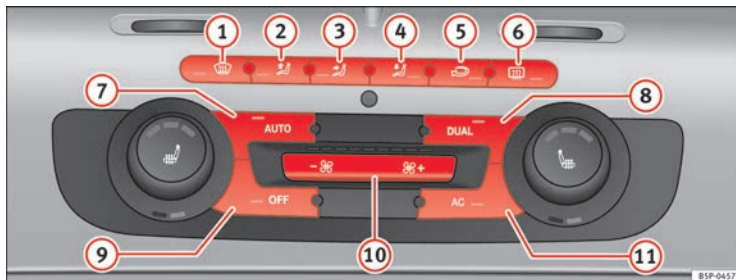

Abb. 114 Bedienelemente der 2C-Climatronic am Kombiinstrument.
- Zum Einschalten des manuellen Betriebs betätigen Sie eine der Tasten \Rightarrow Abb. 114 ① bis ⑤ oder aber die Gebläsetasten ⑩. Die jeweils eingestellte Funktion wird am Display des Radios bzw. des Navigationssystems angezeigt.
- Drücken Sie die Taste  ⇒ Seite 159, Abb. 114 , um den Umluftbetrieb ein- oder auszuschalten. Bei eingeschaltetem Umluftbetrieb erscheint am Display das Symbol .